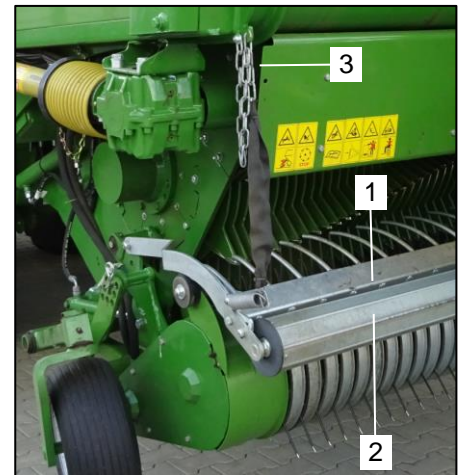

Bild 24: Leitkamm & Schwadrolle
Oberhalb der Pick Up ist die Maschine mit einem Leitkamm (Bild 24 / Pos.1) und einer Schwadrolle (Bild 24 / Pos.2) ausgestattet. Diese gewährleisten bei kurzem Erntegut eine einwandfreie Aufnahme des Materials. Das Futter wird vom Leitkamm gegen die Aufnahmezinken gedrückt, wodurch verhindert wird, dass es nach vorne wegfällt.
Je nach Schwadstärke kann der Leitkamm (Bild 24 / Pos.1) und die Schwadrolle (Bild 24 / Pos.2) durch Einhängen der Ketten (Bild 24 / Pos.3) in den gewünschten Abstand zur Pick Up gebracht werden.
In den meisten Fällen aber wird der Leitkamm (Bild 24 / Pos.1) durch die Schwadrolle (Bild 24 / Pos.2) geführt. Diese legt sich auf das Schwad und folgt dessen Kontur. Für eine einwandfreie Funktion muss sich die Schwadrolle leicht drehen lassen.
- Stellen Sie den gewünschten Abstand durch Einhängen der Ketten auf beiden Seiten der Maschine (Bild 24 / Pos.3) ein.